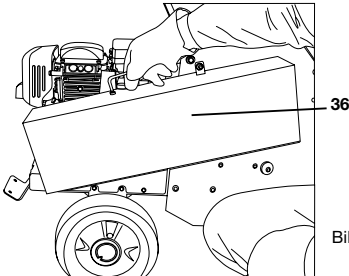

Bild 29
- Schrauben Sie den Keilriemenschutz (36) ab (SW 10) (siehe „Bild 29 und 30“).